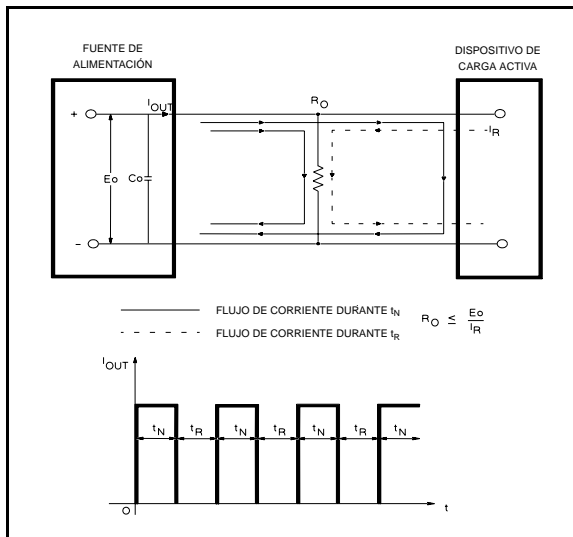

Figura 4. Solución para las cargas de corriente inversa
Corriente de retorno de +6 V. El circuito de protección de sobrecargas y cortocircuitos de la salida de +6 V reduce la limitación de la corriente de salida según se va reduciendo la tensión del terminal de salida. (En la Figura 4 se delimita el ámbito de funcionamiento de la salida de +6 V mediante unas líneas gruesas.) La corriente nominal máxima de salida es de 2,5 A y la limitación de corriente viene ajustada de fábrica para que funcione a $2,75$ A \pm 5% cuando la salida es de 6 voltios. A tensiones de salida inferiores, el circuito reduce linealmente la corriente máxima de salida que se puede obtener hasta que haya un flujo de 1 A \pm 15% cuando se puentea la salida. No se puede ajustar la corriente de cortocircuito.
Durante el funcionamiento real de las salidas de ± 20 V y +6 V, si un cambio de la carga hace que se sobrepase la limitación de corriente, se encenderá el indicador LED de sobrecarga (OL). Si se producen condiciones de sobrecarga, las fuentes de ± 20 V protegerán la carga limitando la corriente a $0,55$ A, y la fuente de +6 V protegerá la carga reduciendo simultáneamente la tensión y la corriente a lo largo del emplazamiento de retorno, tal y como se muestra en la Figura 4. Las fuentes de ± 20 V y +6 V se restablecen automáticamente, es decir, cuando se elimina o corrige la sobrecarga, la tensión de salida se restablece automáticamente al valor previamente ajustado.